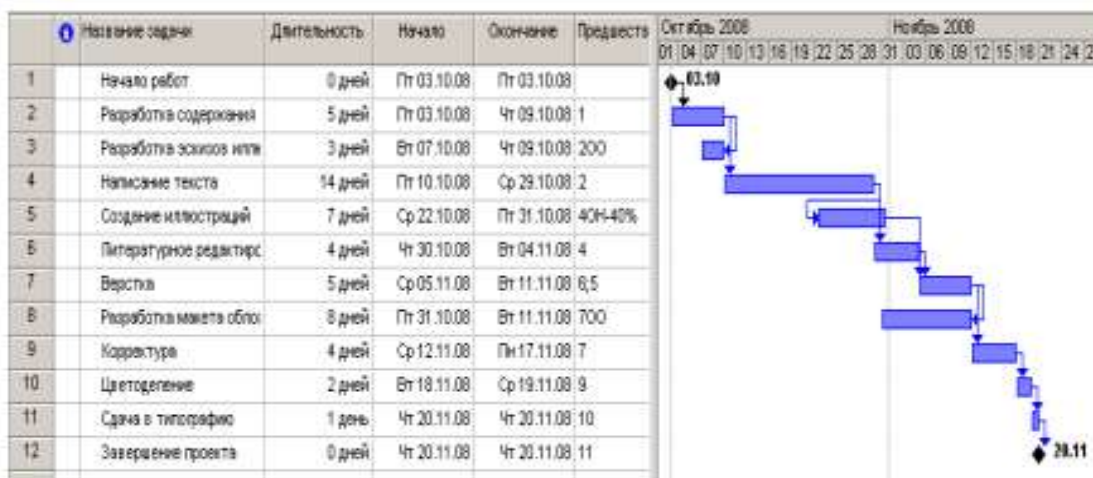

Рис. 23. Созданный график работ
- Установите переключатель **Весь проект** и закройте диалог, нажав кнопку **ОК**. Теперь диаграмма полностью отображается на правой панели. Созданный график работ будет выглядеть примерно так (рис. 23).